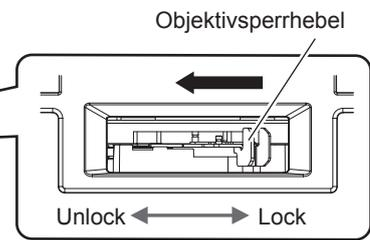

Abb. 3
- 3) **Bestätigen Sie, dass der Objektivsperrhebel auf der Seite Unlock positioniert ist. (Abb. 3)**
- Wenn sich der Objektivsperrhebel auf der Seite Lock (Abb. 5) befindet, drücken Sie den Objektivsperrhebel ein und drehen Sie ihn zur Seite Unlock (Abb. 3).
- 3) **Halten Sie das Projektionsobjektiv fest, drücken Sie den Objektivsperrhebel ein und drehen Sie ihn zur Seite Unlock. (Abb. 3)**